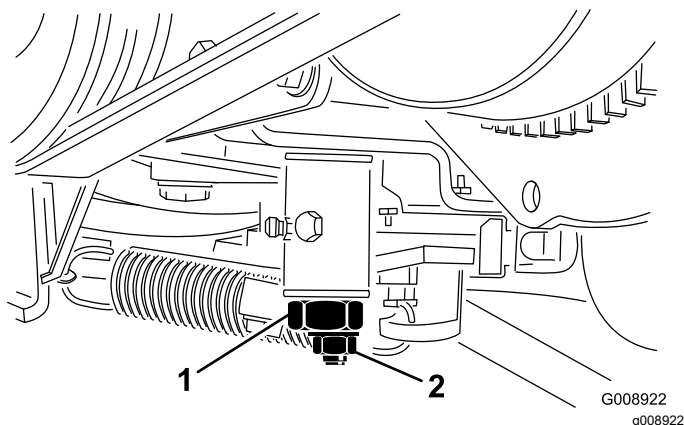

Figura 55
3. **Afloje la contratuerca de la leva de ajuste de tracción (Figura 55).**